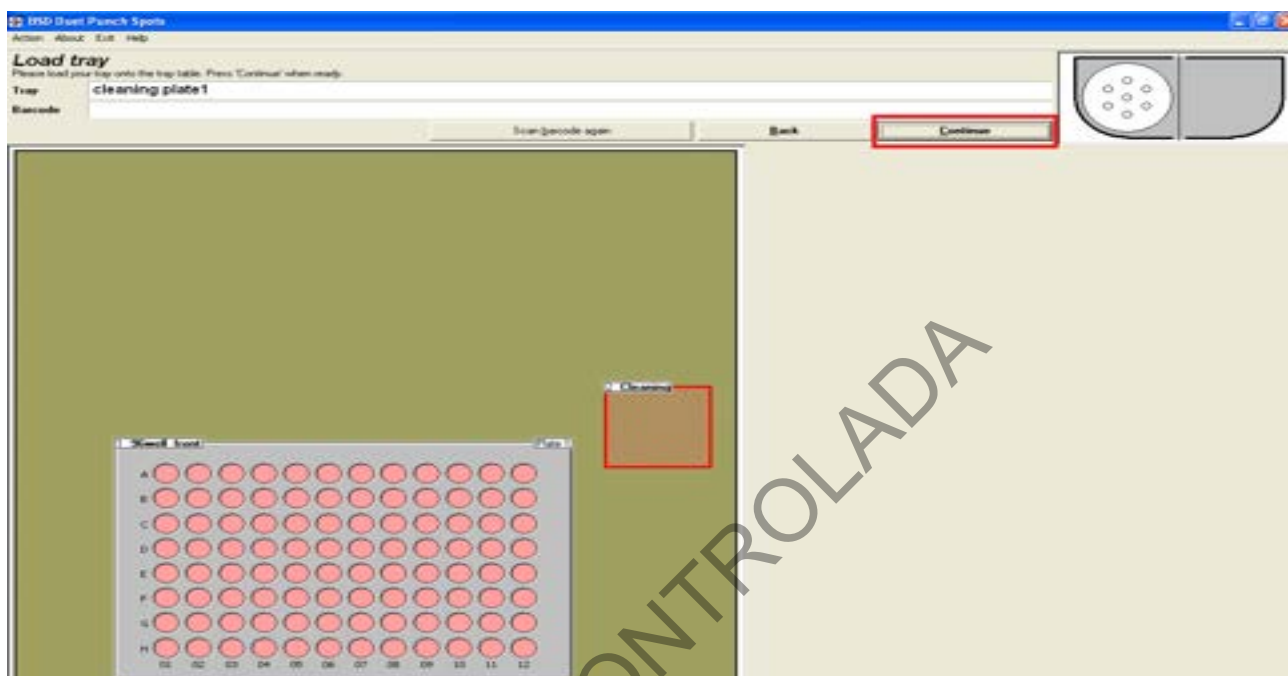

Figura 14. Carga de tubo para descarte de limpieza
7.2.9 En la pantalla que se despliega se muestra el mensaje "cleaning plate 1" (ver figura 14) el cual indica que se debe colocar el reservorio para descarte de limpieza (ver figura